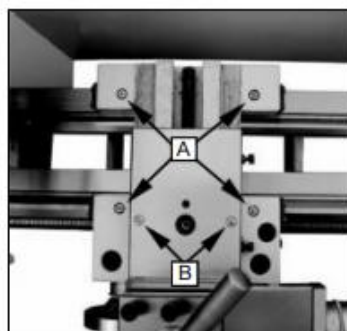

Fig. 36
2. Lösen gerändelt schrauben (B, Abb.36) Und offen Die gleitende Finger. (C, Abb.31 bis Die stetig ausruhen dürfen Sei ist
Schmieren Sie zwei Öl Häfen (B , Abb. 36) mit 20 W Maschinenöl einmal täglich.